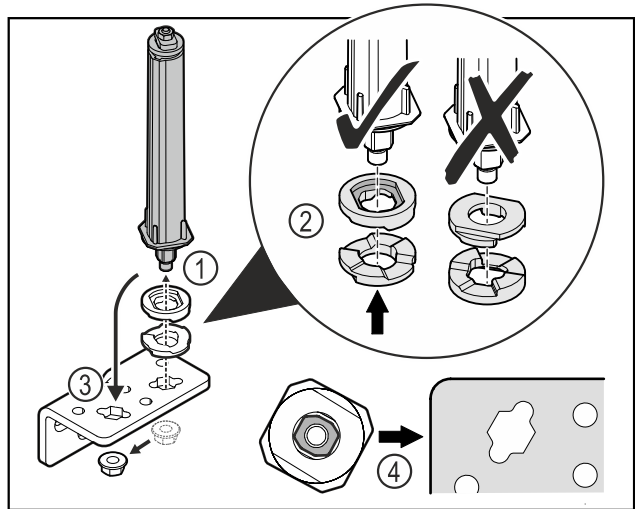

Fig. 38
- ▶ Atlaisvinkite veržlę ir pašalinkite durų uždarymo sistemą Fig. 38 (1).
- ▶ Atkreipkite dėmesį į tai, kad aukščio reguliavimo poveržlės būtų tinkamai išlygiuotos Fig. 38 (2).
- ▶ Perkelkite durų uždarymo sistemą šarnyriniame kampuočiuje ir užfiksuokite veržle Fig. 38 (3).
- ▶ Įstatydami atkreipkite dėmesį į tai, kad durų uždarymo sistema būtų tinkamai išlygiuota Fig. 38 (4).